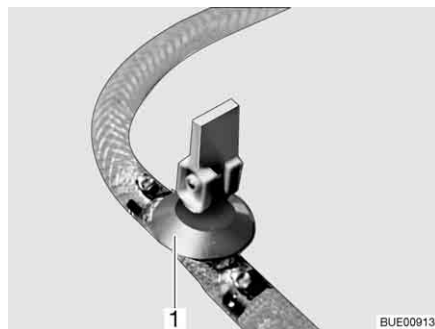
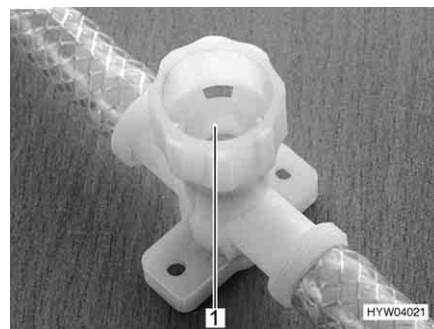

Fig. 244 Torneira de descarga (com alavanca basculante)
Fig. 245 Torneira de descarga (com tampa rotativa)
- Feche todas as torneiras de descarga. Para isso, coloque a alavanca basculante da torneira de descarga (Fig. 244, 1) em posição horizontal ou gire a tampa da torneira de descarga (Fig. 245, 1) no sentido dos ponteiros do relógio.